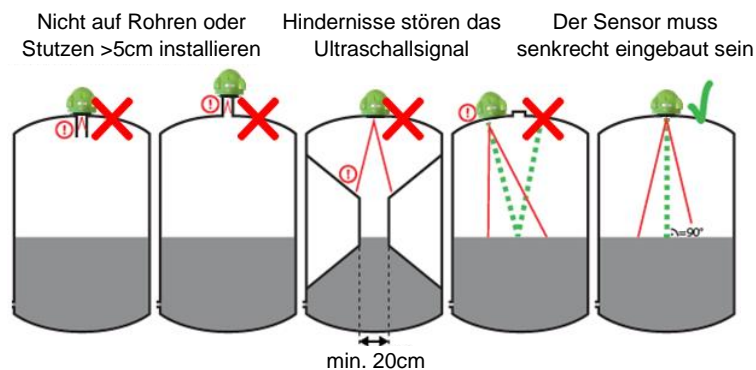

Abb.1
- Bitte Sicherheitsabstand von mindestens 20 cm zwischen Sensor und Tankwand beachten. (Z.B. muss ein Basketball ungestört nach unten fallen können, und darf im Fall nicht durch Einbauten, etc. abgelenkt werden) (Abb.1).